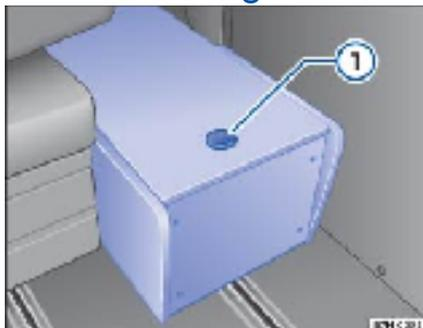

Fig. 33 Dans le séjour : casier de rangement à gauche de la banquette-couchette
- Pour ouvrir le casier de rangement, appuyez sur le bouton ⇒ Fig. 33① et attendez que le bouton saute vers le haut.